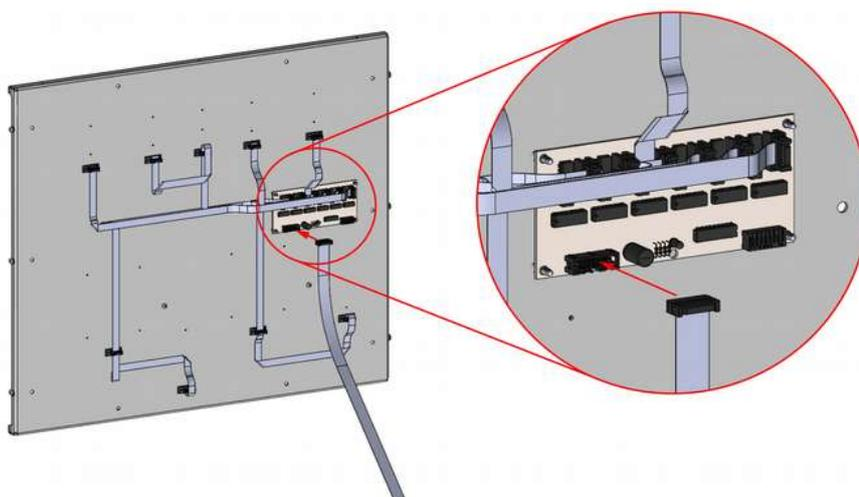

Fig. 3.6: Interno del modulo
7. Estrarre lentamente il frontale e scollegare con delicatezza il cavo che lo collega al proprio fondo. Collegare il cavo al nuovo frontale FS-24s-1UP come in Fig. 3.6 e ripetere l'operazione per tutti i frontali disponibili.